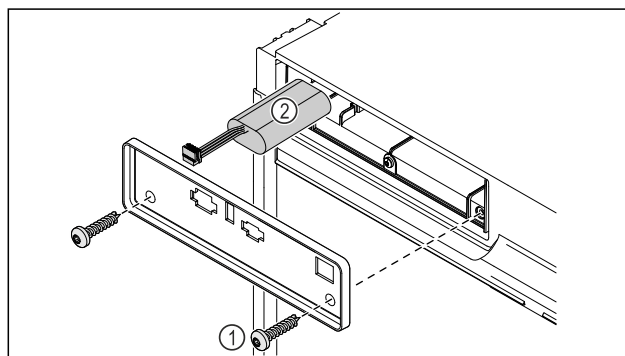

Fig. 228
- ▶ Skru skruerne ud, og fjern afdækningen fra enhedens bagside Fig. 228 (1).
- ▶ Frakobl batteriet, og tag det ud Fig. 228 (2).